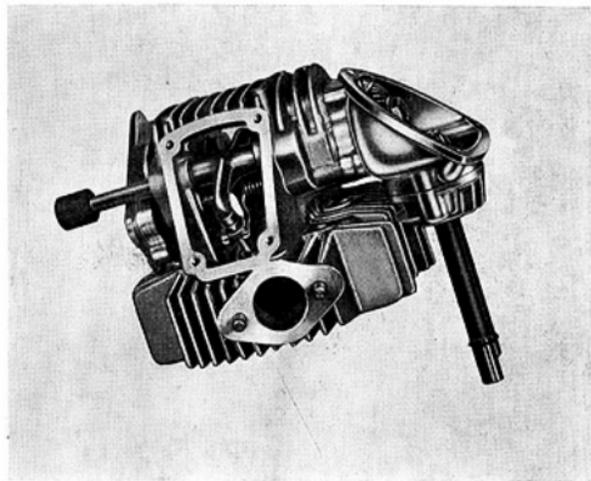

Fig. 14
- 13) Mediante l'attrezzo a spina dis. 88713.0262 montare il bilanciere superiore avendo cura di centrarlo rispetto al gambo della valvola disponendo opportunamente le rondelle laterali che tra l'altro servono anche per eliminare il gioco assiale del bilanciere (vedi fig. 14).
- 13) By means of special tool no. 88713.0262 fit the upper rocker, taking care to center it with respect to the valve stem and placing side washers, also useful to get no rocker end play (see fig. 14).